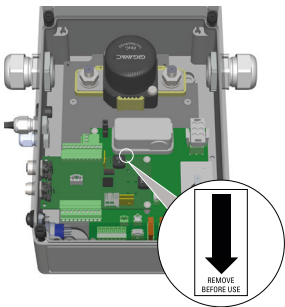

Abbildung 9. Position des Knopfzellenstreifens.
1. Schließen Sie eine Lithium-Ionen-Batterie über den CAN-Anschluss an die BIB an (siehe Abb. 9).